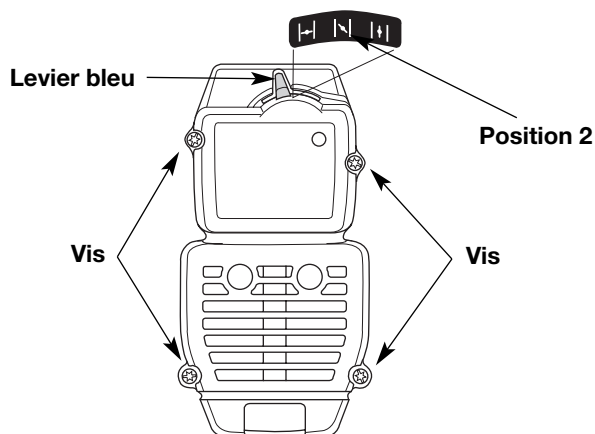

Fig. 21
**REMARQUE :** pour enlever le couvercle du filtre à air/silencieux, le levier bleu doit être en Position 2 (Fig. 21).
2. Retirez les quatre (4) vis retenant le couvercle du filtre à air/silencieux (Fig. 21). Servez-vous d'un tournevis à mèche no. 20 Torx.
2. Insérez les quatre (4) vis dans les trous du filtre à air/couvercle du silencieux (Fig. 21) et vissez sans trop serrer.